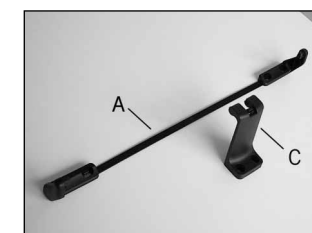

Abb. 3
3. Seleccione el tipo de soporte de motor y enganche la cadena correctos (fig. 3).
6. Monte los dos soportes con el distanciador (fig. 3) y fíjelos al marco con tornillos adecuados. Asegúrese de que de que están correctamente posicionados. Sirviendo solo como ayuda de posicionamiento, el distanciador se puede quitar después si se desea.
7. Sujetar el enganche de la cadena abatible (C) a la hoja con tornillos adecuados.